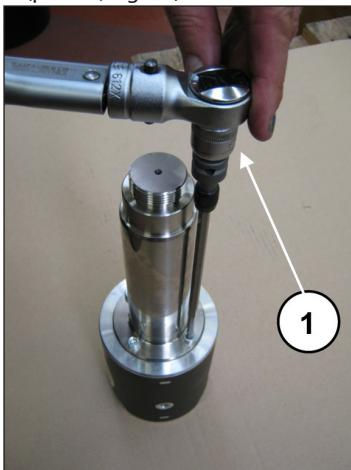

Fig. 46
Bloccare il guida pistone in morsa con l'ausilio di apposito attrezzo e procedere alla taratura delle viti con chiave dinamometrica (pos. ①, Fig. 46) come indicato nel capitolo 3.